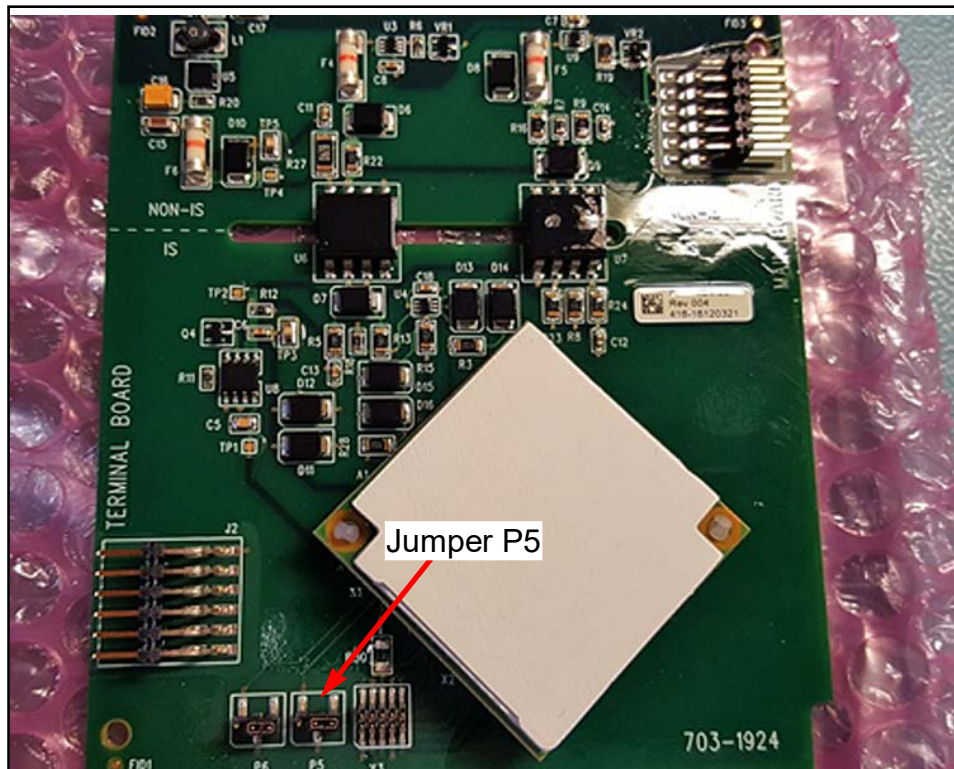

Figura 79: P5 no PCB de XMT1000
2. Localize o jumper **P5** (ver *Figura 79* abaixo).